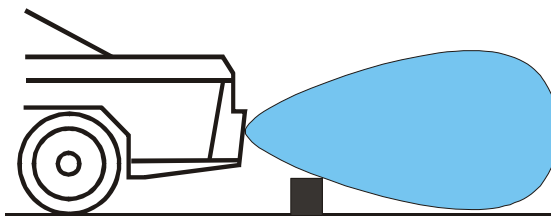

Рис. 10
**7.2** Минимальное расстояние обнаружения бордюра (и других низко расположенных объектов), т.н. ширина «вертикальной мертвой зоны», зависит от высоты и угла установки датчиков (см. рис. 10). Например при высоте установки датчиков 60 см, минимальное расстояние обнаружения бордюра высотой 20 см будет около 70 см, а при высоте датчиков 40 см и угле наклона 7° минимальное расстояние обнаружения такого бордюра будет около 50 см. Т.е., находясь ближе этого расстояния, бордюр не будет обнаружен.